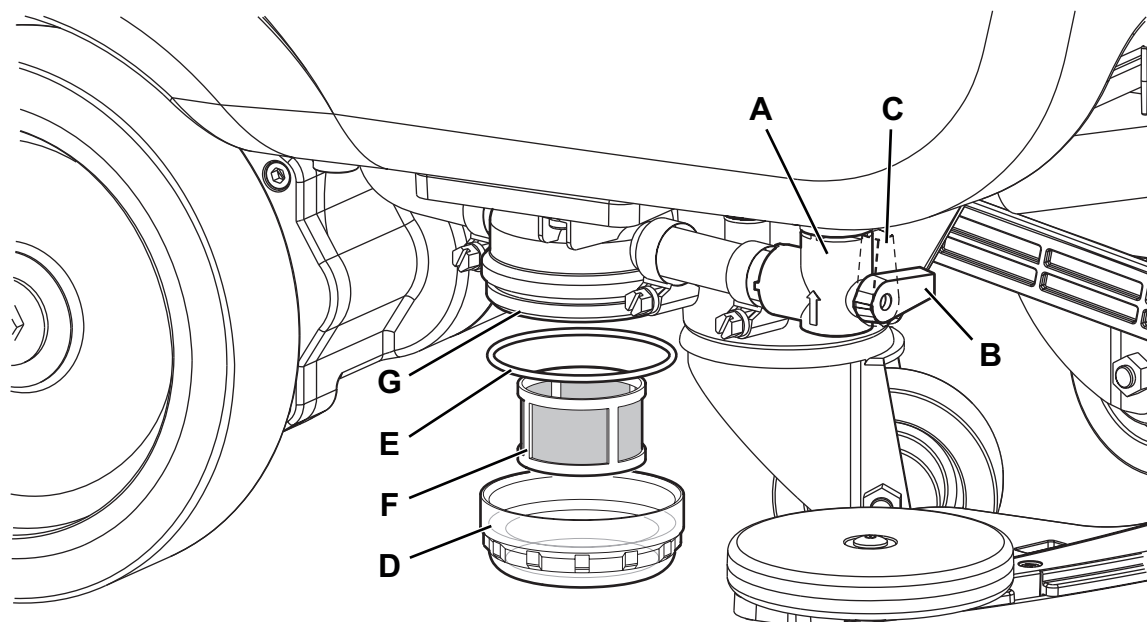

Figure 13
2. S'assurer que la machine est éteinte avec la clé opérateur (52) retirée.
3. Fermer le robinet de l'eau de lavage (A, Fig. 13). Le robinet est fermé quand il se trouve dans la position (B) et ouvert quand il se trouve dans la position (C).
4. Retirer le petit glas transparent (D), récupérer le joint d'étanchéité (E), puis retirer le filet filtrant (F). Les laver et les rincer avec de l'eau, puis les réinstaller soigneusement sur le support filtre (G).
5. Ouvrir le robinet (A).